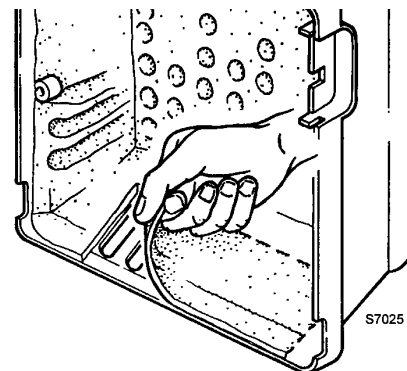

Рис. 10
- При установке головки на место, навинтите винты (9) до упора, но не затягивайте их; после этого затяните их с моментом затяжки 3-4 Н·м.
**А** Для того, чтобы обеспечить работу горелки свыше определённой мощности, в моделях 917М и 918М необходимо убрать звукоизолирующий материал, который уже имеет предварительные надрезы, упрощающие данную процедуру, чтобы освободить дополнительные щели в облицовке, необходимые для поступления воздуха. Смотрите рисунок 10.